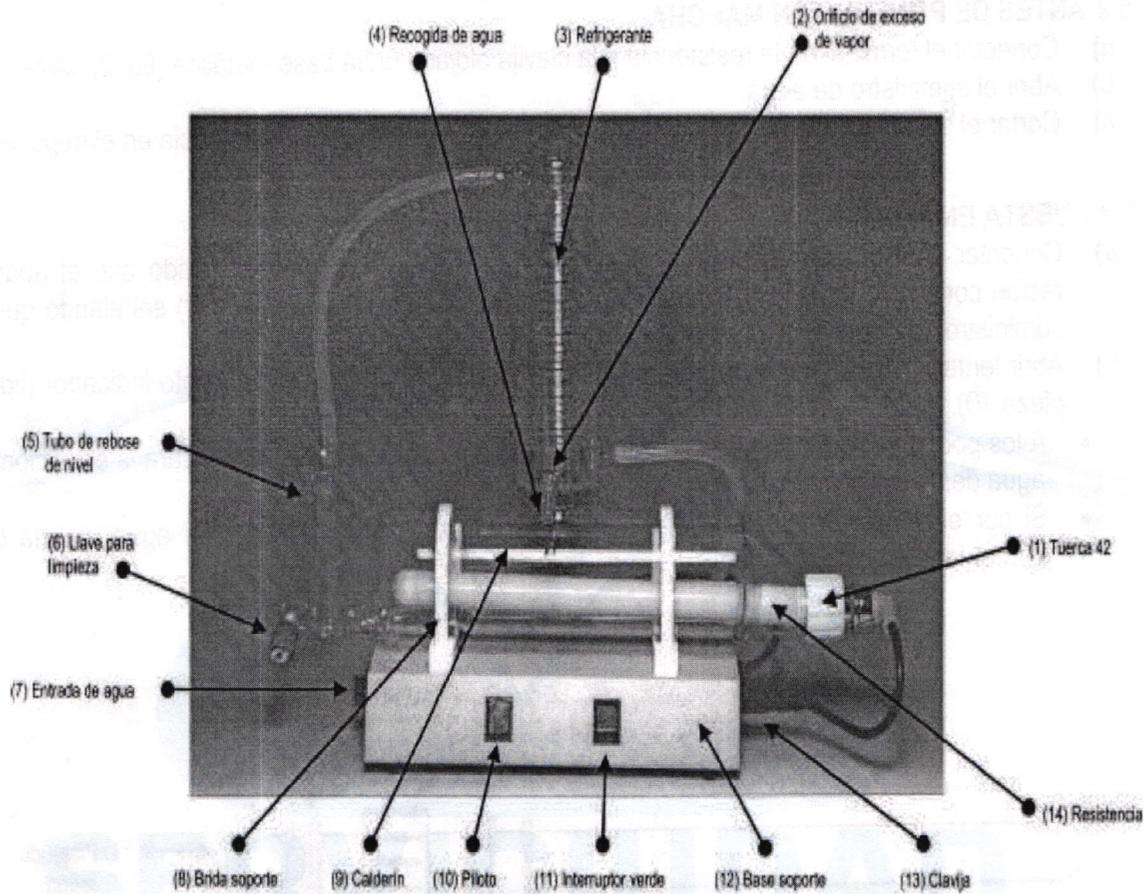
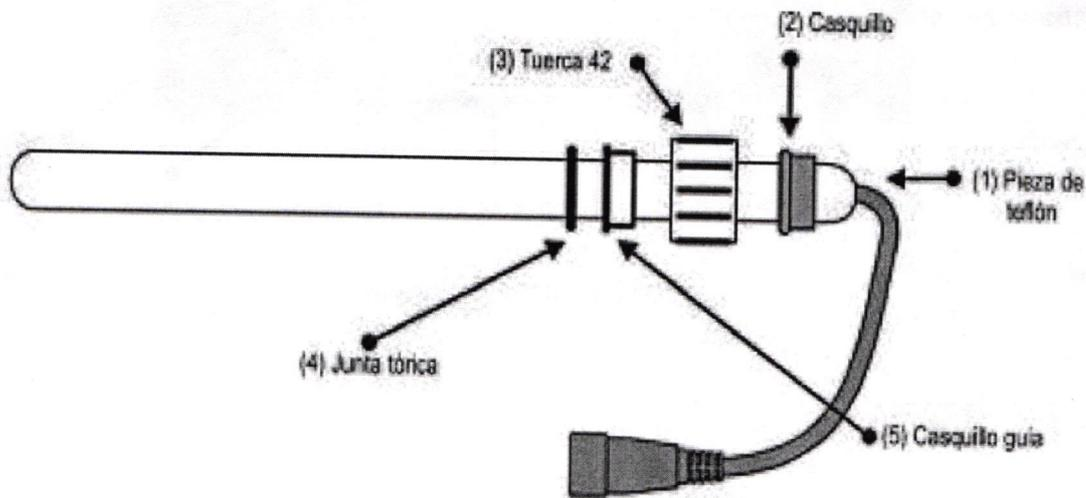

Imagen 2. Destilador completo
Imagen 1. Resistencia
- a) Introducir por el tubo de rebose de nivel (fig. 2, pieza 5) un poco de ácido acético, ácido clorhídrico o cualquier otro producto. Es preferible que el agua esté caliente.
- b) Esperar a que se produzca el ataque a los residuos y vacíe el aparato abriendo la llave para limpieza (fig. 2, pieza 6).
- d) Asegurarse de cerrar bien la llave (fig. 2, pieza 6) una vez terminada la operación.
- a) Asegurarse de que los elementos de la resistencia (junta teórica, casquillo guía, tuerca) vayan en el orden y posición que aparece en la fig. 1
- b) Coloque la resistencia sobre la boca roscada (véase fig. 2): sujetar la resistencia por el casquillo (fig. 1, pieza 2) **–y no por la pieza de teflón (fig. 1, pieza 1)–** y gire la tuerca (fig. 1, pieza 3).
- d) Conecte la goma de entrada del agua sobre la toma de entrada del destilador (fig. 2, pieza 7).
- a) Conectar el terminal de la resistencia a la clavija alojada en la base metálica (fig. 2, pieza 13).
- a) Conectar el interruptor verde (fig. 2, pieza 11). Éste se iluminará indicando que el aparato recibe corriente. También se iluminará el piloto indicador (fig. 2, pieza 10) señalando que el suministro de agua es insuficiente.
- b) Abrir lentamente el suministro de agua hasta que se apague la luz del piloto indicador (fig. 2, pieza 10).
- A los pocos minutos, la resistencia adquiere un color rojo visible y comenzará la ebullición. El agua destilada se recoge por la salida (fig. 2, pieza 4).
- Si por el orificio de exceso de vapor (fig. 2, pieza 2) saliese vapor de agua, habría que aumentar el caudal de agua.